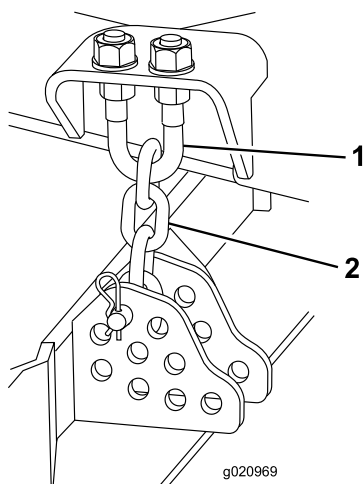

Bild 91
1. Lockern Sie die Klemmmuttern an der Ober- oder Unterseite des U-Bügels an der Schnitthöhenkette (Bild 91).